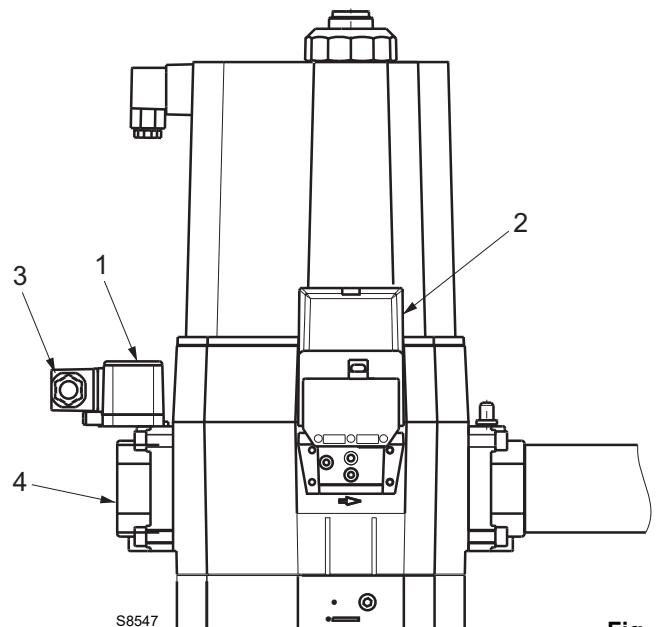

Fig. 5
De gasstraten kunnen zowel rechts als links van de brander gemonteerd worden; bij montage aan de rechter kant dient de dichtingscontrole 2)(Fig. 5), indien aanwezig, verplaatst te worden naar de tegengestelde kant van de groep ventielen.
Voor de aansluiting tussen de gastoevoerleiding en de gasstraat moet de flens 4)(Fig. 5) gedemonteerd worden nadat de connector (3) van de drukschakelaar (1) werd verwijderd.